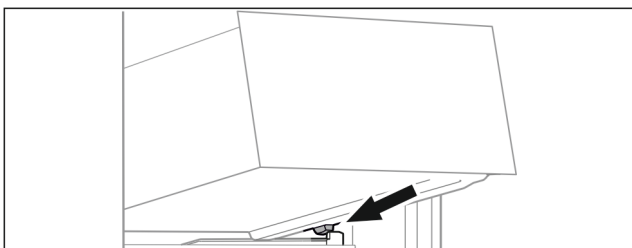

Fig. 67
- ▶ Наклоняя вниз, установите выдвижной ящик за стопоры на контейнерное ребро. (см. Fig. 67)